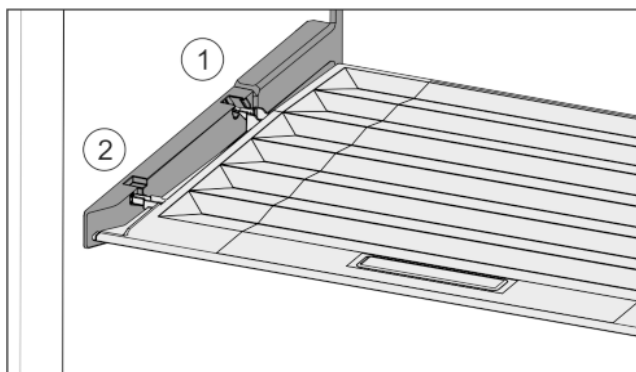

Fig. 33
- ▶ Introduceți nervura capacului prin orificiul suportului posterior Fig. 33 (1) și înclișetați-l în față în suport Fig. 33 (2).